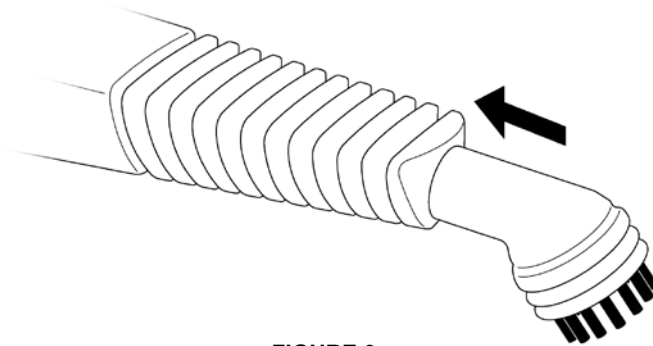

FIGURE 3
REMARQUE: La Brosse utilitaire en nylon, la Brosse utilitaire en cuivre et la Grande brosse se raccordent toutes de la même façon. La Brosse utilitaire en nylon apparaît à la FIGURE 3 à titre d'exemple.
1. Alignez la Brosse et la Buse directrice, comme illustré. Le repère-guide à l'arrière de la Brosse et la fente-guide sur le côté de l'extrémité de la Buse directrice doivent être alignés (FIGURE 3-A).
2. Poussez fermement sur la Brosse pour y insérer la Buse directrice (FIGURE 3-B).